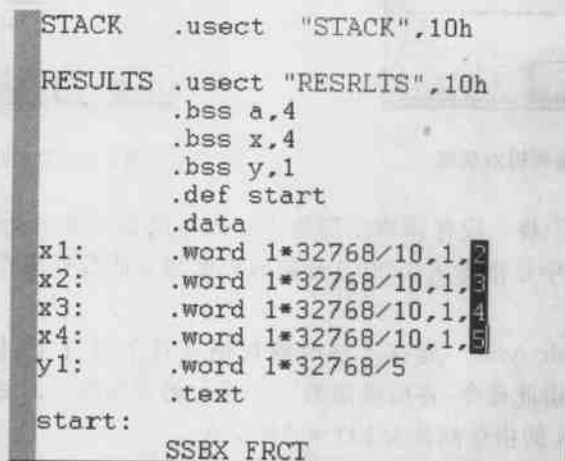

图 3.12 列编辑界面
(9) Command Line 提供键入表达式或执行 GEL 函数的快捷方法。
(10) Column Editing 可以选择某一矩形区域内的文本进行列编辑,如图 3.12 所示,能够对数据列 2、3、4 和 5 一起进行修改。